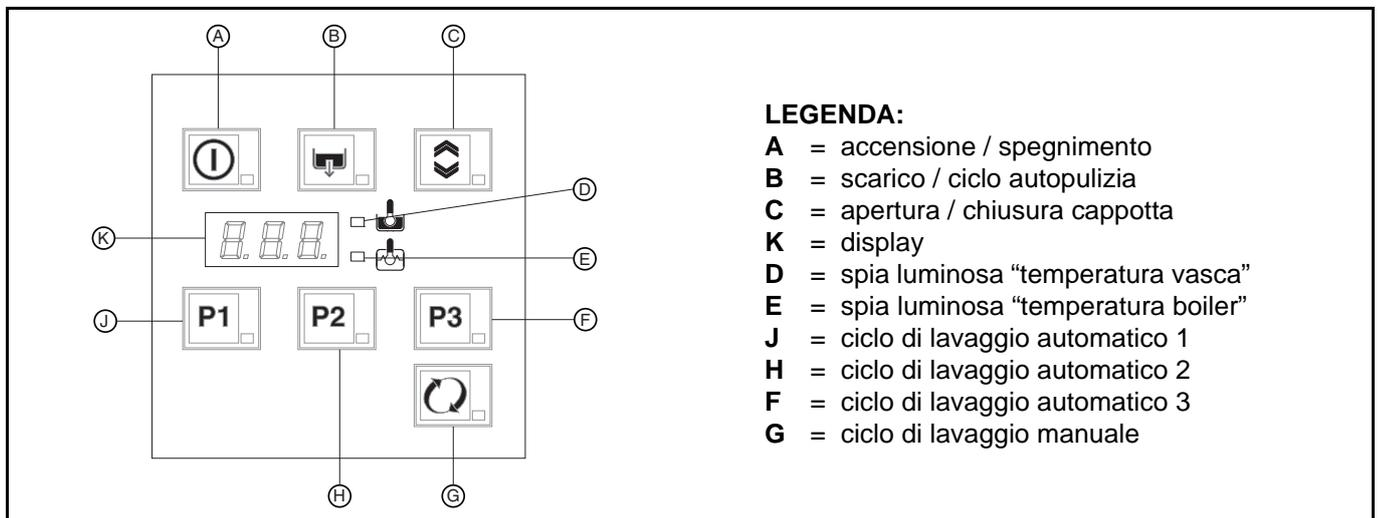

Figura 12
- Aprire la cappotta (in caso di macchina automatica, premendo l'apposito tasto di apertura/chiusura "C" - Figura 12) o, in alternativa, i pulsanti presenti sulla cappotta stessa (vedi pulsanti "P" - Figura 1.a/ Figura 1.b). Verificare quindi che tutte le parti interne siano nella propria sede.
Si accende la spia del tasto "A" (Figura 12) che indica che la lavastoviglie è sotto tensione e sta effettuando il caricamento ed il riscaldamento dell'acqua. Durante l'intera fase di caricamento e riscaldamento sul display si legge "FILL":
Per visualizzare la temperatura del boiler durante il riscaldamento della vasca, aprire la cappotta e premere il tasto "J" (Figura 12).
Per stoviglie poco sporche: premere il pulsante "J" (Figura 12), (vedi tabella tempi).
Per stoviglie normalmente sporche: premere il pulsante "H" (Figura 12), (vedi tabella tempi).
Per stoviglie molto sporche: premere il pulsante "F" (Figura 12), (vedi tabella tempi).
Per stoviglie particolarmente sporche con residui essiccati, stoviglie di forma particolare o per esigenze specifiche dell'utente: premere il pulsante "G" (Figura 12), corrispondente ad un lavaggio continuo finché l'operatore non seleziona un ciclo automatico.
- Selezionare il ciclo di pulizia premendo il pulsante "B" (Figura 12).
- Spegner la lavastoviglie premendo il pulsante "A" (Figura 12).